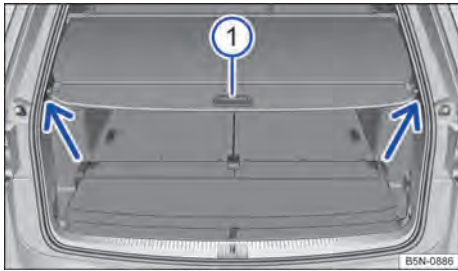

Fig. 187 En el maletero: abrir la cubierta del maletero.
- Tire de la cubierta un poco hacia atrás, por el asidero → fig. 187 ①, y extráigala hacia arriba del anclaje (flechas). Guíe la cubierta con cuidado hacia delante.
- Tire de la cubierta hacia atrás, por el asidero → fig. 187 ①, y engánchela en el anclaje (flechas).